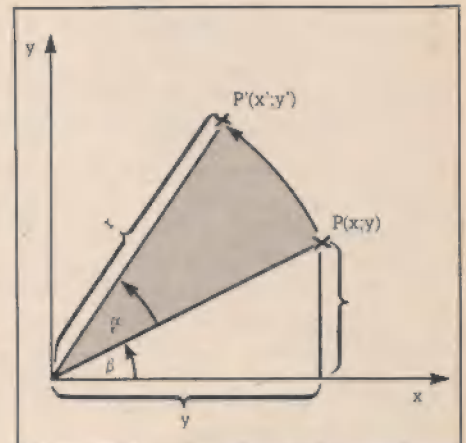

Bild 3. Konventionell berechnet muß man die Sonderfälle beachten
a) allgemeine »konventionelle« Rechnung: (Bild 3)